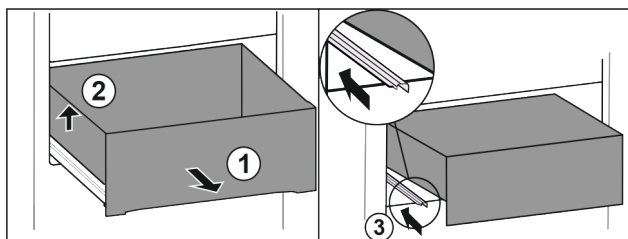

Fig. 77
- ▶ Vytáhněte zásuvku až na doraz. Fig. 77 (1)
- ▶ Nadzvedněte zásuvku vlevo. Fig. 77 (2)
- ▶ Zasuňte levou kolejničku. Fig. 77 (3)